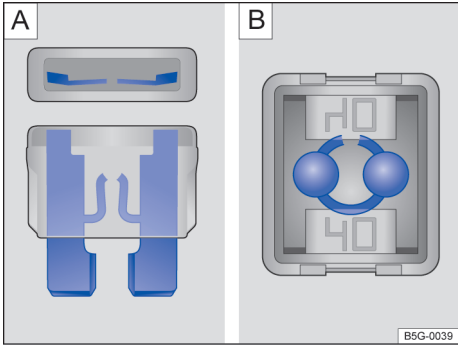

Fig. 144 Fusível queimado: A) fusível plano, B) fusível de bloqueio.
- Um *fusível plano* (ATO®, MINI®) queimado é reconhecido de cima ou de lado pela carcaça transparente nas faixas metálicas derretidas → Fig. 144 A).
- Um *fusível de bloqueio* (JCASE®) queimado é reconhecido pelas faixas metálicas derretidas por cima da carcaça transparente → Fig. 144 B).